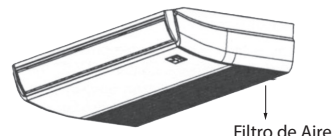

FIG. 6-1
• Abra la entrada de aire con el destornillador (Consulte Fig.6-1).